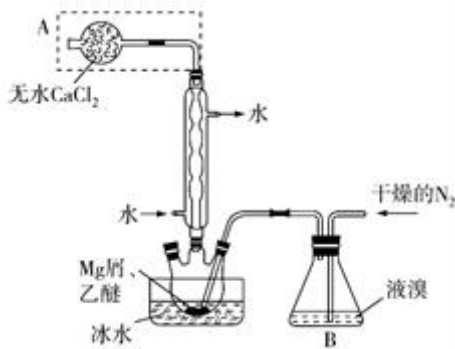

图 1
(5)装置  $d$  中盛放的试剂是\_\_\_\_\_，其作用是①\_\_\_\_\_，②\_\_\_\_\_
11、无水  $\text{MgBr}_2$  可用作催化剂。实验室采用镁屑与液溴为原料制备无水  $\text{MgBr}_2$ ，装置如图 1，主要步骤如下：